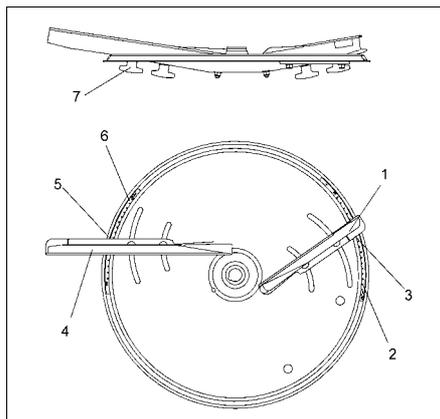

Fig. 22
Desserrez les deux écrous à ailettes (Fig. 22/7) sous les disques d'épandage.
- Amenez l'arrête de lecture (Fig. 22/3) de l'aube courte (Fig. 22/1) sur la graduation "67" de l'échelle (Fig. 22/2), puis resserrez à fond l'écrou à ailettes.
- Amenez l'arrête de lecture (Fig. 22/5) de l'aube longue (Fig. 22/4) sur la graduation "88" de l'échelle (Fig. 22/6), puis resserrez à fond l'écrou à ailettes.